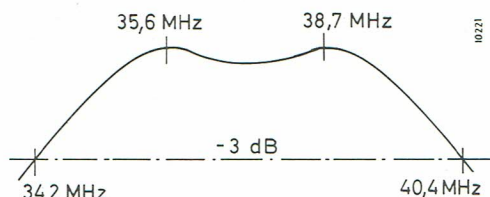

FIG. 15
- L 327 (T 312) pour obtenir approximativement la courbe fig. 15.